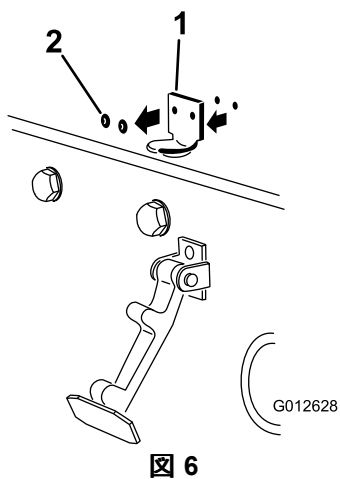

図 6
2. フードラッチブラケットをフードに固定しているリベット2本を外す図6。フードからフードラッチブラケットを取り外す。